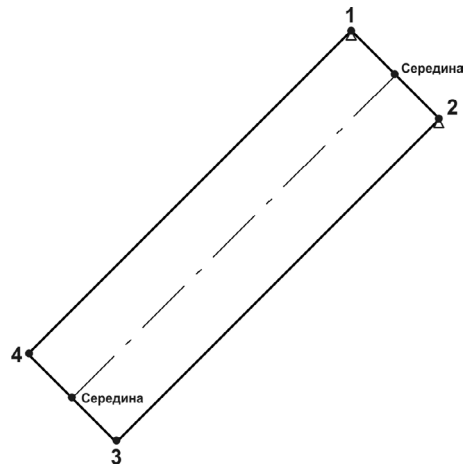

Рис. 62.36.
9. Постройте осевую линию трубы. Начальную и конечную точки отрезка укажите при помощи привязки **Середина** (рис. 62.36). Задайте стиль линии отрезка *Осевая*.